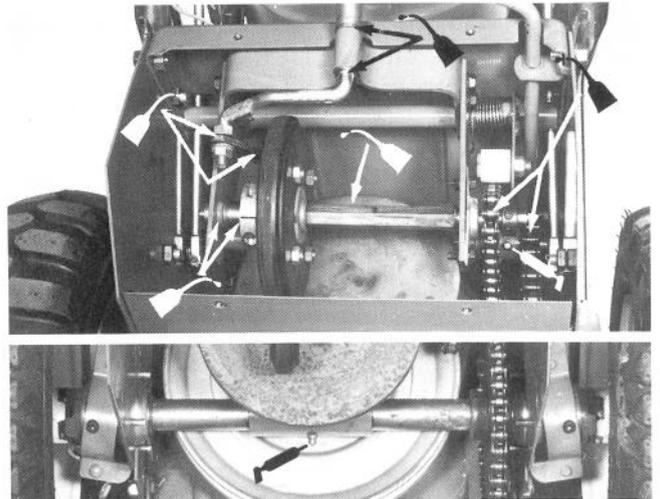

Figure 30
3. Enlevez quatre vis taraudeuses qui retiennent le protecteur arrière contre l'unité de traction, puis écartez le protecteur de l'unité de traction par glissement. Ensuite, lubrifiez légèrement les chaînes, le manchon de pignon, l'anneau de nylon, l'arbre hexagonal et les autres pivots avec de l'huile et de la graisse #2 (Fig. 30). Essuyez tout excès d'huile et de graisse. Enfin, remettez en place le protecteur (plaque de protection) sur l'unité de traction à l'aide des quatre vis taraudeuses.